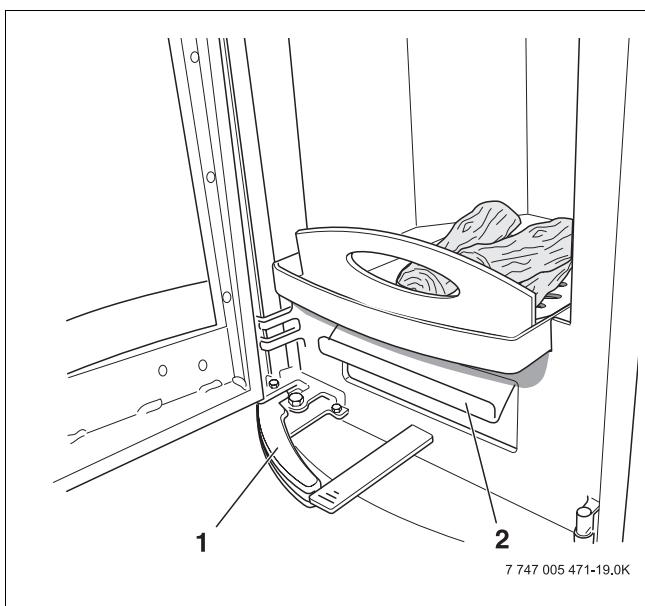

Рис. 23 Удаление золы
- ▶ Выньте зольный ящик (→ рис. 23 [2]) и выбросите золу.